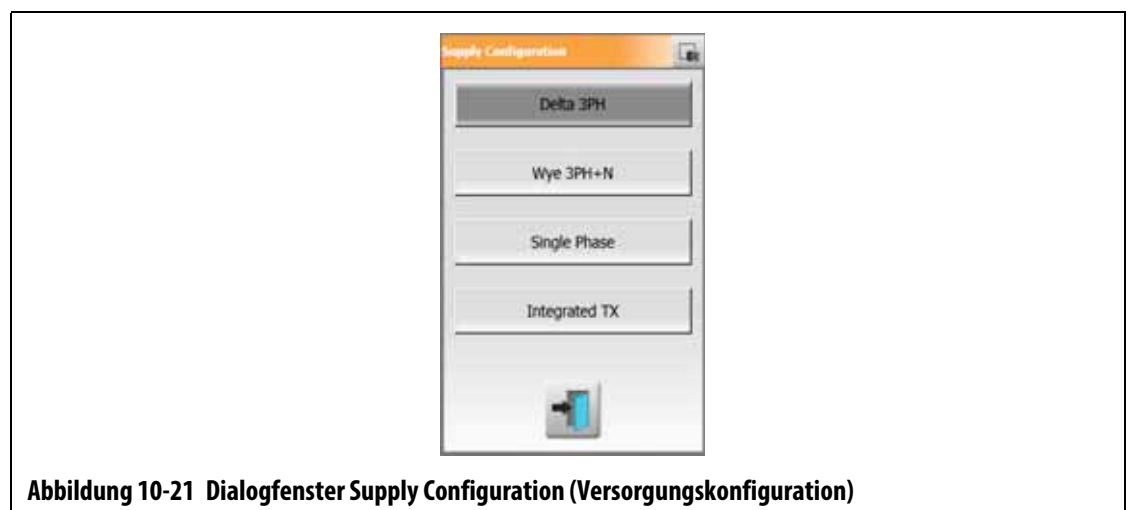

Abbildung 10-21 Dialogfenster Supply Configuration (Versorgungskonfiguration)
4. Berühren Sie die korrekte Versorgungskonfiguration im Dialogfenster Supply Configuration (Versorgungskonfiguration). Siehe Abbildung 10-21.